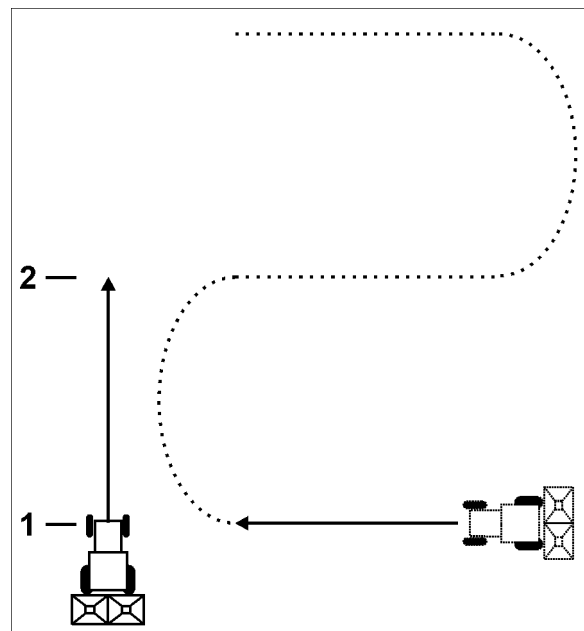

Fig. 7
(Fig. 7/1), pulsar la tecla
2. Si la pantalla muestra como valor del tramo el ancho de trabajo (Fig. 7/2), iniciar el trayecto de enlace.